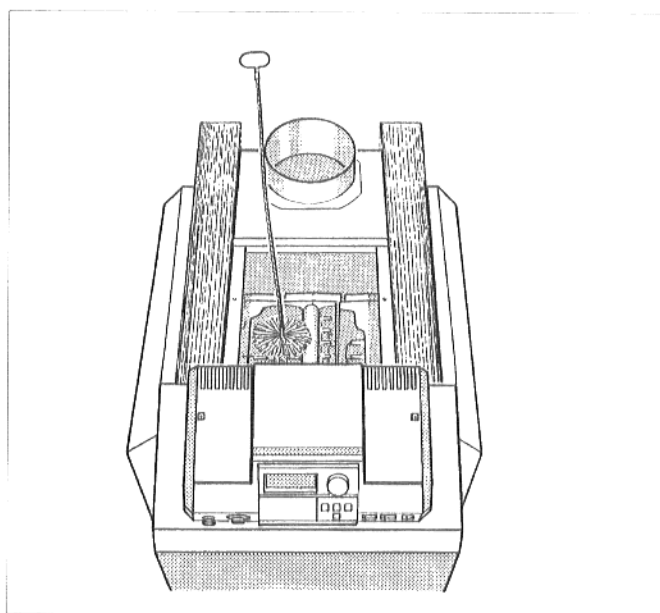

Abb. 41: Bürstenreinigung
- Heizgaszüge durchbürsten (Abb. 41).
- Bei starker Verkrustung Heizgaszüge durchbürsten (Abb. 41).